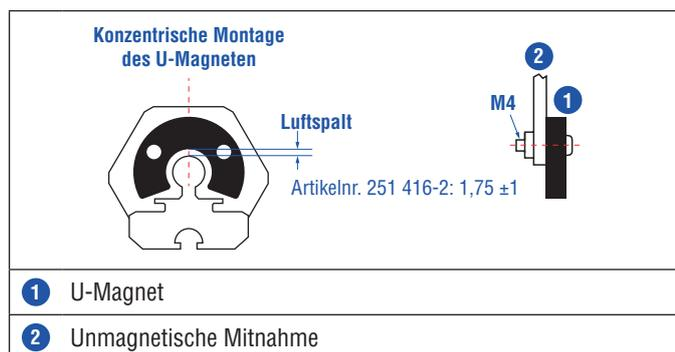
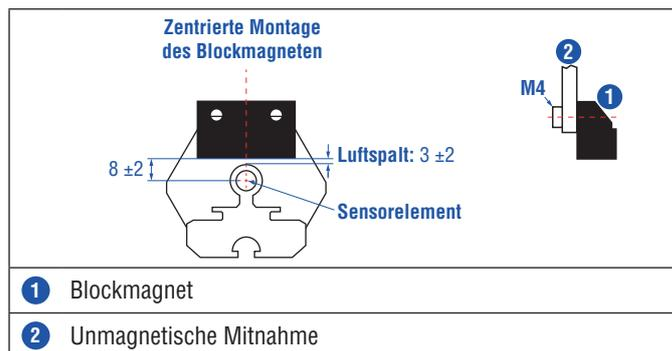

Abb. 13: U-Magnet (Artikelnr. 251 416-2)
Abb. 14: Montage Blockmagnet (Artikelnr. 403 448)
- Montieren Sie Blockmagnete zentriert über dem Messstab oder dem Sensorprofil. Maximal zulässigen Luftspalt nicht überschreiten (Abb. 13/ Abb. 14). Installieren Sie den Sensor so, dass der Sensorstab/das Sensorprofil parallel zur Bewegungsrichtung des Magneten ausgerichtet ist. Damit vermeiden Sie Beschädigungen an Magnetmitnahme, Magnet und Sensorstab/Sensorprofil.